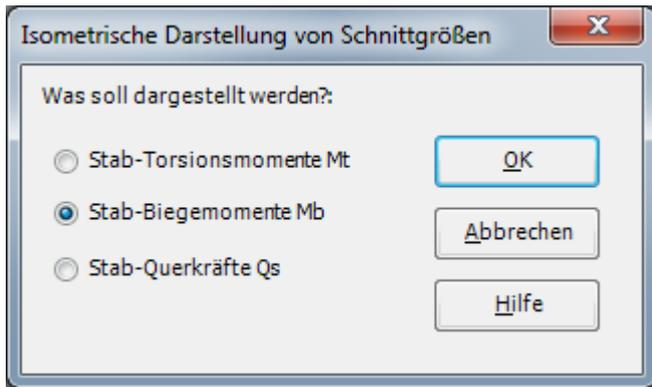

Bild 2.39 Optionsfeld "Darstellung der Schnittgrößen im Grundriss"
- Wählen Sie "Stäbe" und dann "Verlauf der Schnittgrößen im Grundriss" aus der Registerkarte "Graphik". Das folgende Optionsfeld im Bild 2.39 erscheint